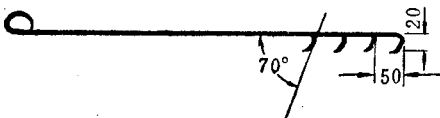

图 7 掏勺
**掏勺** 用来掏出炮眼里的煤粉或岩粉的工具，是一根直径为 8~10 毫米的圆铁棍，上边有固定弯曲的焊接勺耳，勺耳与圆铁棍中轴约成 70 度(图 7)，勺耳直径
为 8~10 毫米的圆铁棍，上边有固定弯曲的焊接勺耳，勺耳与圆铁棍中轴约成 70 度(图 7)，勺耳直径